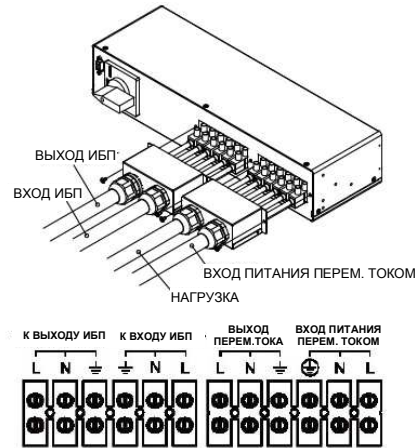

Рис. 4
- 5-2. Прикрепите уплотнения к коробкам кабельного ввода. Протяните кабели через уплотнения, а затем вставьте концы проводов в клеммы и закрепите их винтами. См. Рис. 4.